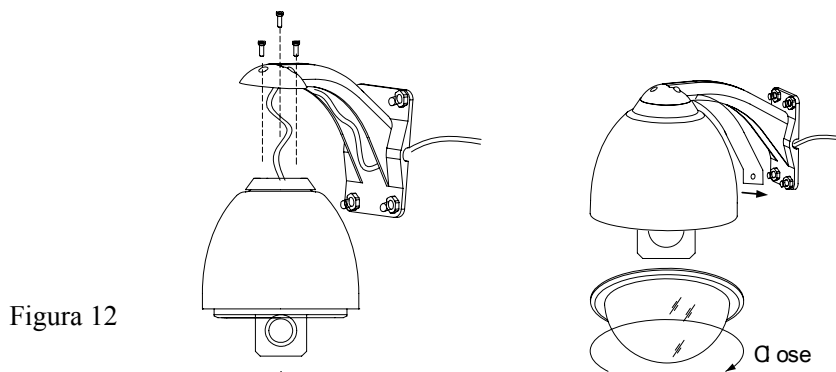

Figura 12
- 7) Instale la cúpula en el soporte del domo (vea la Figura 12)